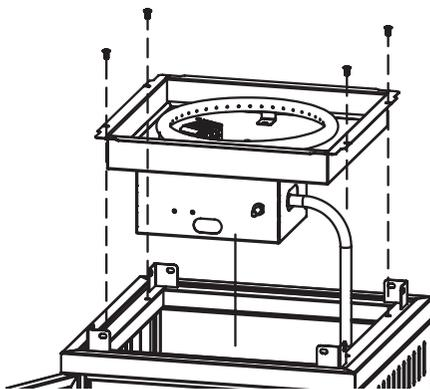

Рис. 11.
8. Вставьте шток клапана головки горелки в верхнюю часть корпуса и прикрутите головку горелки к верхней пластине корпуса коробки четырьмя винтами М5х8 (рис. 11).